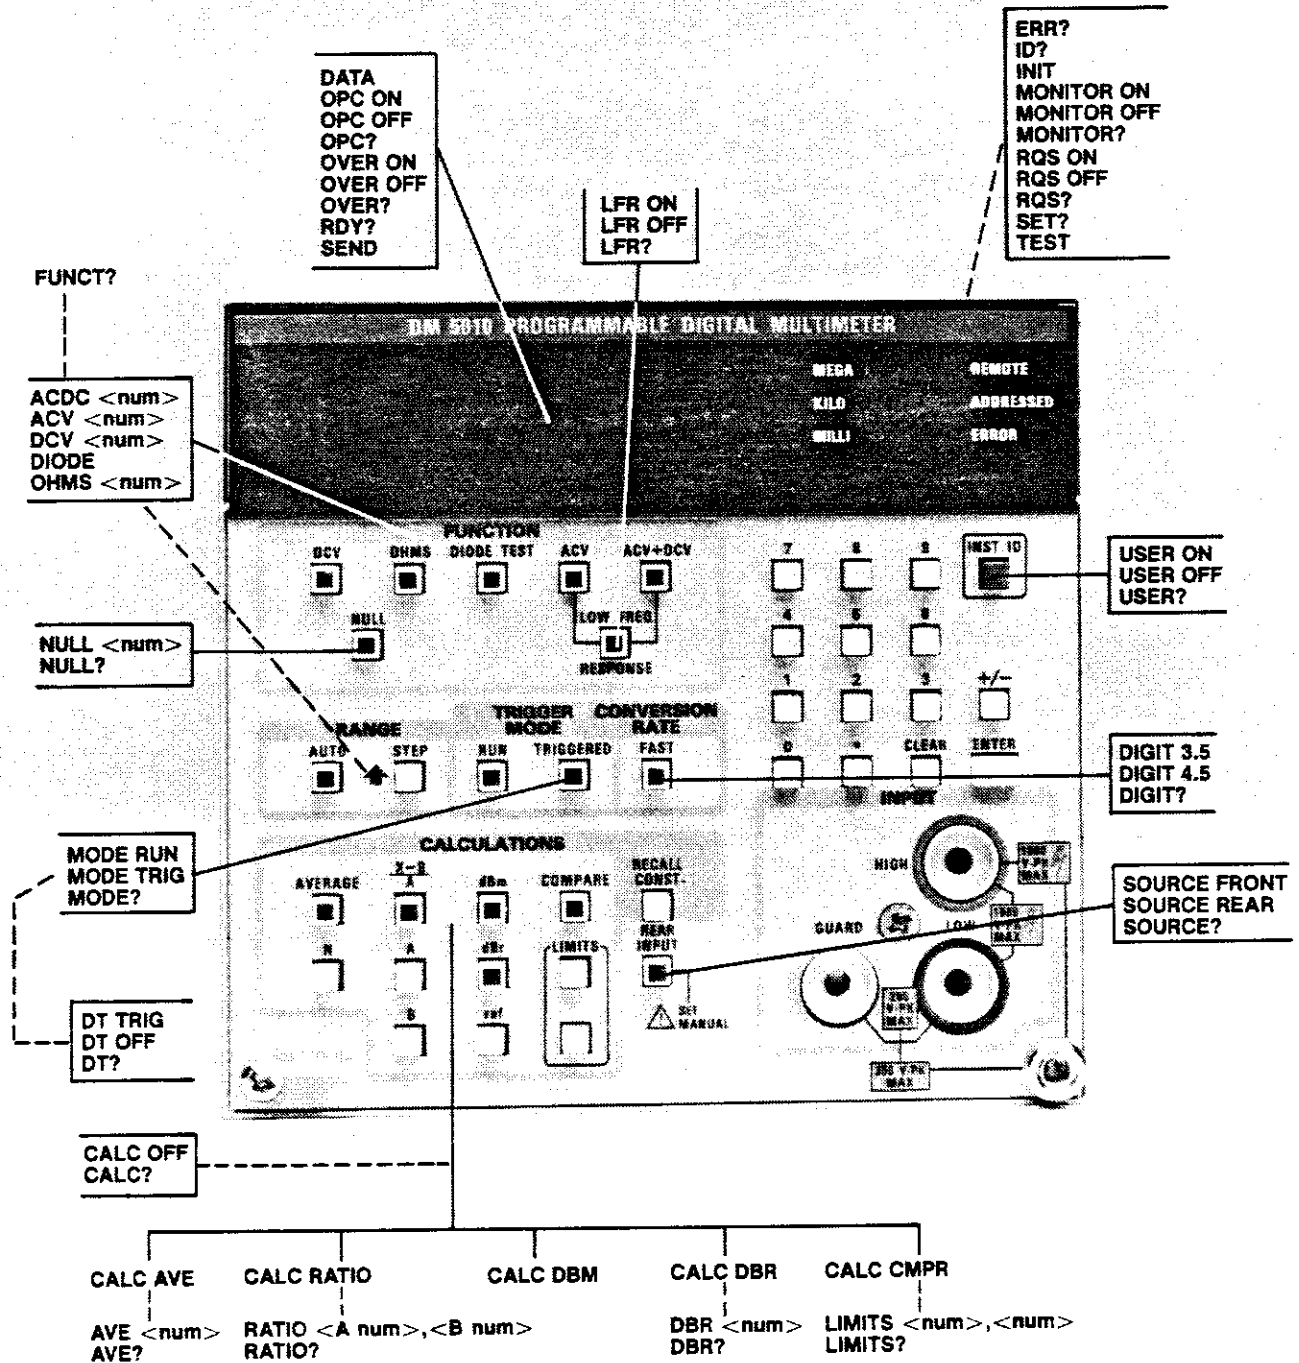

Bild 3-1 Gerätebefehle und ihre Beziehung zu den Bedienelementen auf der Frontplatte.
- Eine Abbildung der Frontplatte – die die Beziehung der Befehle zu den Bedienungselementen auf der Frontplatte zeigt. Siehe Bild 3-1.